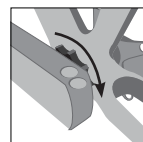

fig. 5
8. Spingere la pedivella destra contro il cuscinetto e ruotare la ghiera distanziale della pedivella sinistra fino a impedire il movimento assiale del perno (fig.5).